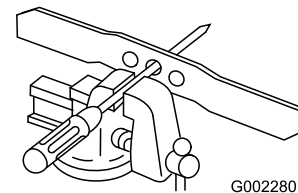

Bild 23
1. Prüfen Sie die Auswuchtung des Messers, indem Sie das mittlere Loch im Messer über einen Nagel oder einen Schraubenzieherschaft hängen, den Sie horizontal in einen Schraubstock einklemmen (Bild 23).